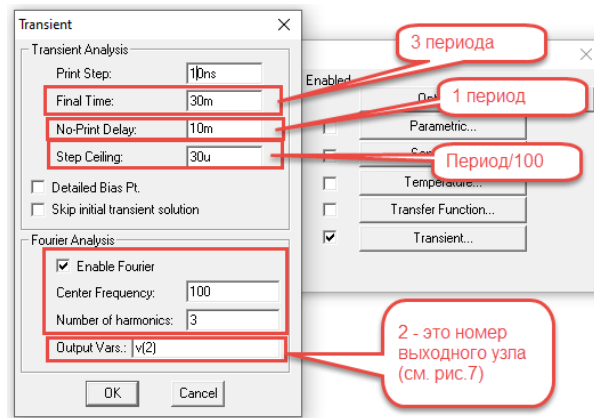
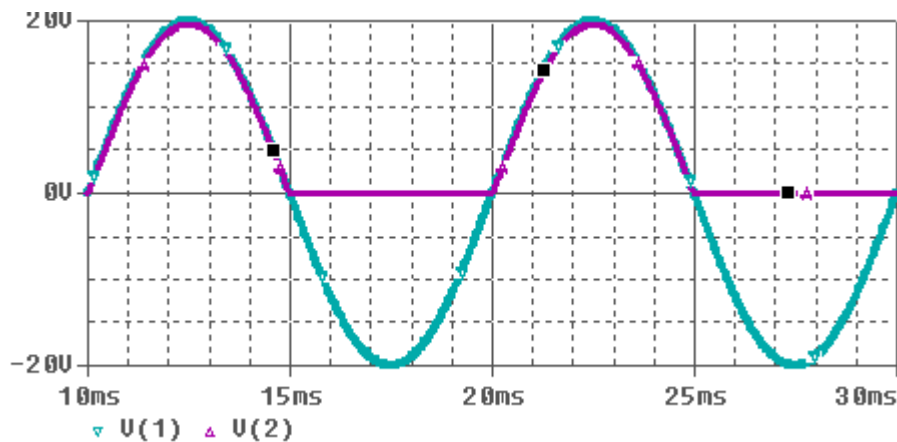

Рис. 3. Параметры временного анализа
Рис. 4. Осциллограммы входного и выходного напряжения
4.2. Установив режим расчета схемы во временной области (рис. 3), получить осциллограммы входного и выходного напряжений (рис. 4).